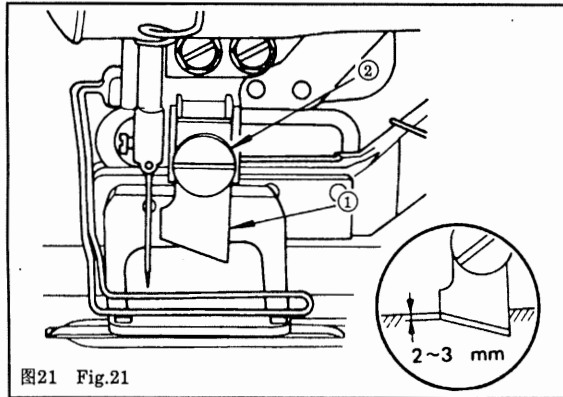

图21 Fig.21
18. 切刀的调换 图21
18. REPLACING THE KNIFE Fig.21